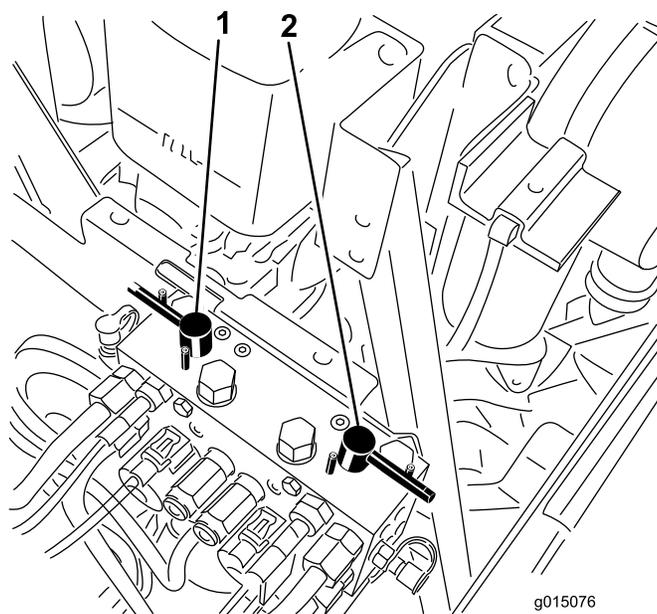

Bild 103
4. Wählen Sie entweder den vorderen, hinteren oder beide Läpphebel aus, um festzulegen, welche Geräte geläppt werden (Bild 103).